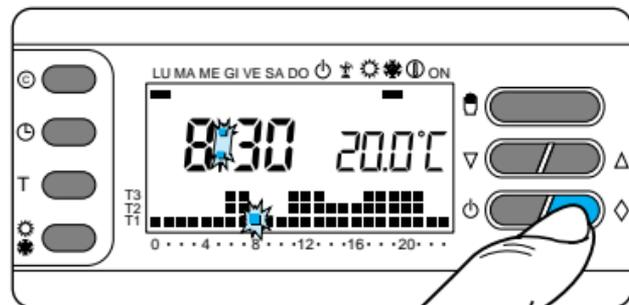

Fig. 47
9.4 - Per uscire dal programma JOLLY e riportare l'apparecchio in funzionamento AUTOMATICO premere nuovamente il pulsante \diamond (fig.47).